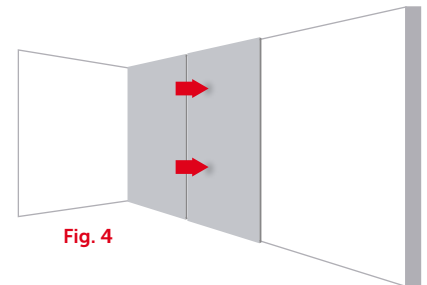

Fig. 4
- 4 Disponer de 2 tacos de 10 mm. de espesor en el piso y aplicar el **Revestimiento Térmico** contra la pared. El revestimiento deberá quedar a 10 mm del nivel del cielo. **Fig4**